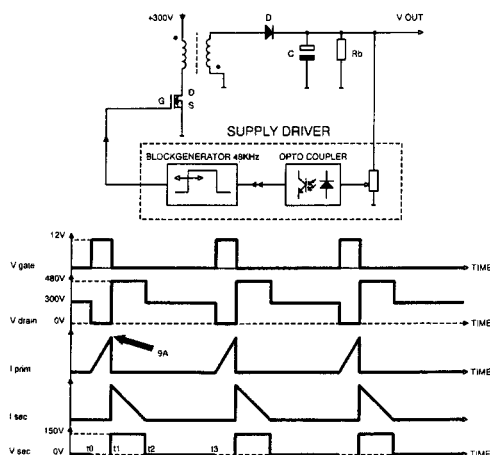

Abb. 8.1
8.2.2 Die Hauptspeisung (FFS) [L2] (Abb. 8.1)